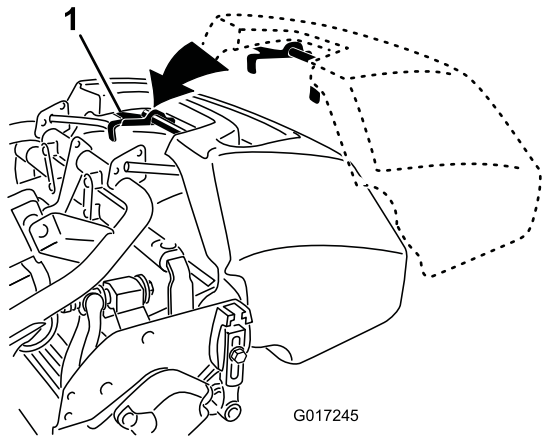

图19
1. 抓住集草斗的手柄 (图19)。
2. 将集草斗凸缘放入滚刀组侧板之间，前滚筒之上（图19）。
3. 将集草斗钩安装到环形机架上（图19）。